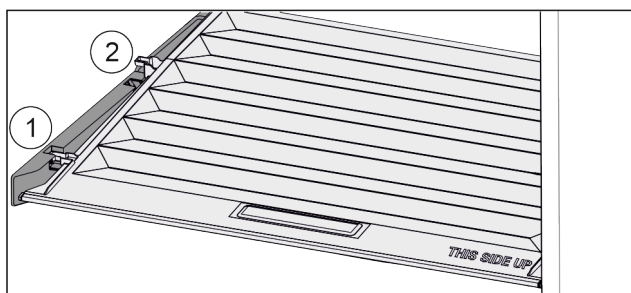

Fig. 85
- ▶ Dra locket framåt Fig. 85 (1) till öppningen i fästdelarna.
- ▶ Lyft det baktill underifrån och ta ut Fig. 85 (2) det uppåt.